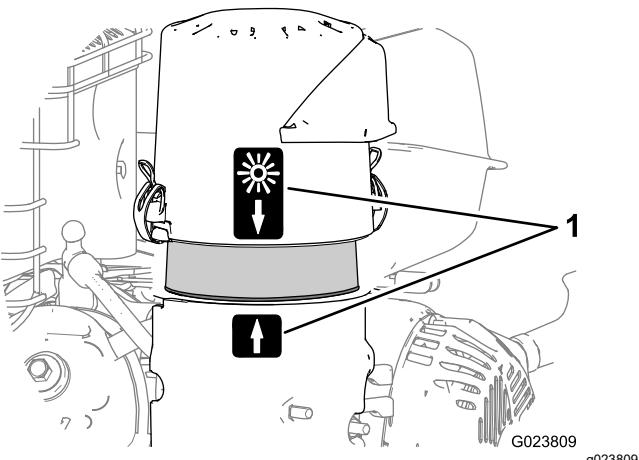

Figura 26
- 8. Allineate l'adesivo con la freccia sul coperchio del filtro dell'aria e l'adesivo con la freccia sulla base (Figura 26).